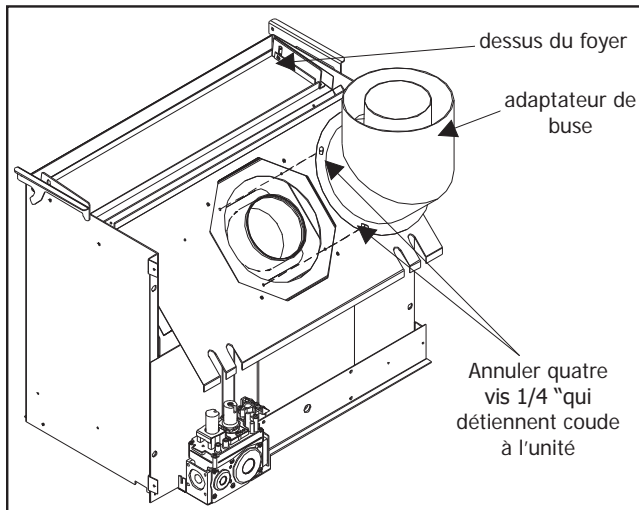

Figure 40: Étape 3 de Conversion Top évacué dans arrièredéchargé.
2. Retirez les quatre (4) ¼ "vis qui maintiennent le coude de la buse sur le corps de l'unité (voir Figure 40).